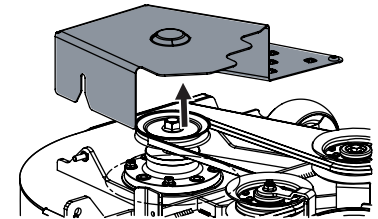

Figure 56
3. Retirez le couvercle des courroies du plateau. Voir Figure 56.